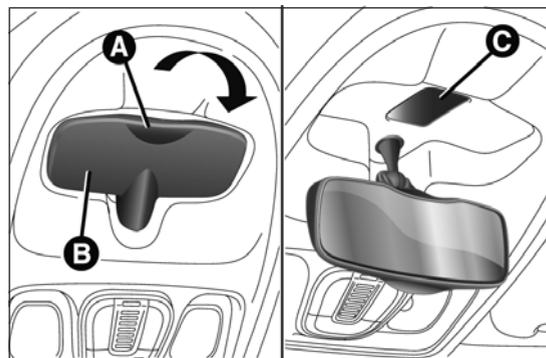

fig. 189
- dévisser la vis et retirer le bouchon C fig. 189 de revêtement de la fixation ;